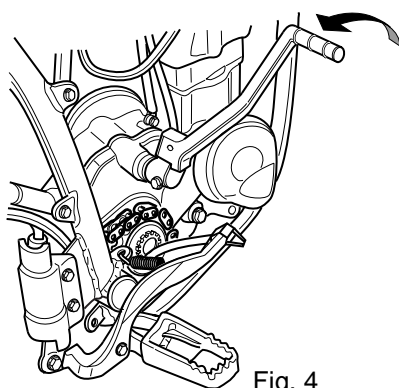

Fig. 4
5. Ricordarsi che un motore a 4 tempi necessita di 2 giri dell'albero motore per un ciclo completo, quindi la pedalata sulla leva della messa in moto (Fig.4) deve sfruttare tutta la corsa della messa in moto stessa. Vi è un decompressore automatico che ritorna in posizione quando la leva della messa in moto ritorna in alto. Quindi ad ogni pedalata lasciare ritornare la leva in posizione di riposo, tutta in alto (si sentirà un clic che avverte che la leva del decompressore è tornata in posizione per una nuova pedalata). Una volta azionato con il piede la leva della messa in moto sfruttare tutta la corsa della messa in moto stessa.
5. Den Motor ohne Gasgeben mit dem Kickstarter starten. Bei jedem erneuten Startversuch muß sich der Kickstarter in seiner Ausgangsstellung befinden, da sonst die Decompressionsautomatik abgeschaltet ist -Abb. 4.
5. Lancez le moteur en actionnant le kick-starter sans gaz du tout. Pour que le décompresseur automatique fonctionne, le levier doit revenir à sa position de repos entre chaque tentative, fig. 4.